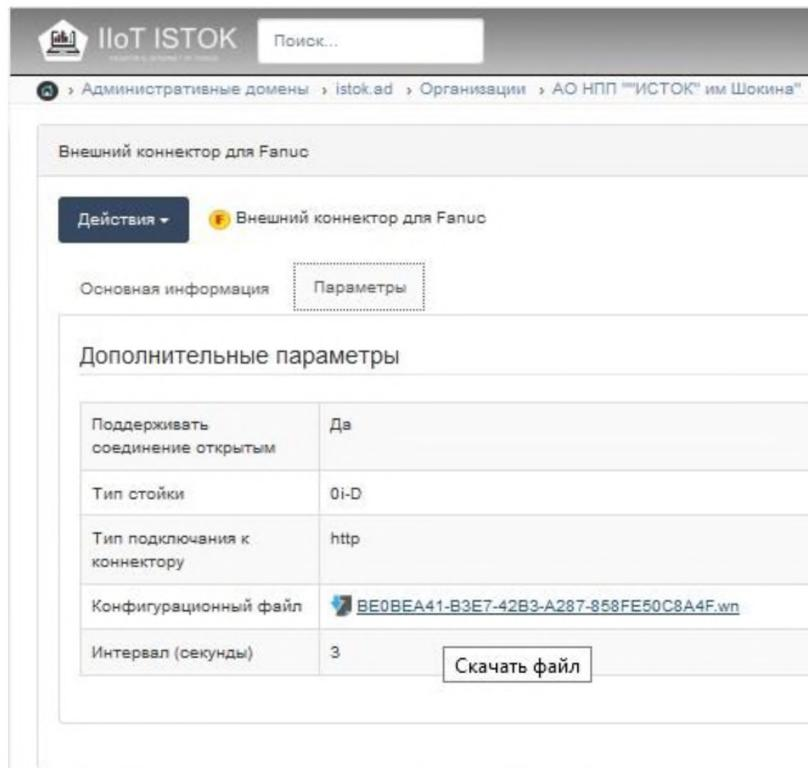

Рисунок 74 – Скачивание конфигурационного файла
- 4) Перейдите во вкладку **Параметры** и скачайте **конфигурационный файл**, кликнув по названию файла (рис. 74).